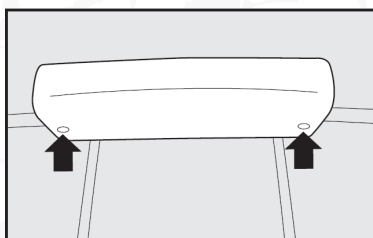

fig. 36
Luego, desconecte la conexión eléctrica y gire el portalámparas B-fig. 36 para permitir la extracción de la lámpara.
1) Dentro de la cabina, retire los tornillos (fig. 36) que fijan el conjunto de la lámpara.